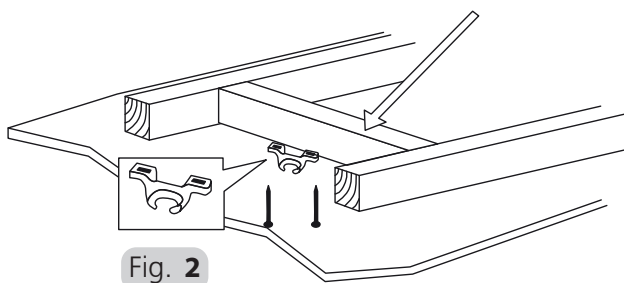

Fig. 2
3. Der Befestigungspunkt für Ihren Ventilator muss eine Tragkraft von mindestens 45 kg aufweisen. Wenn der Standort keinen stabilen Montagepunkt hat, müssen Sie eine Holzstütze zwischen zwei Deckenbalken installieren. Siehe Abb. 2.
3. The fixing point for your ceiling fan must be capable of supporting a 45 kg load. If the location does not have a solid mounting point, you will need to install a timber support between two ceiling joists. Refer to Figure 2.
3. Le point de fixation de votre ventilateur de plafond doit être capable de supporter une charge de 45 kg. Si le lieu d'installation ne dispose pas d'un point de montage solide, vous devrez installer un support en bois entre les deux solives du plafond. Voir Figure 2.